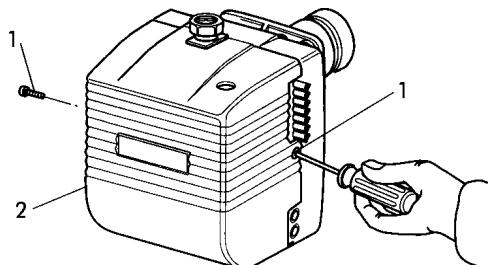

Abb. 1
Um Zugang zu den Hauptbestandteilen zu bekommen, braucht nur die Haube abgenommen zu werden, wie in (Abb.1) gezeigt.
- Den Gashahn abdrehen und die Gasrampe des Brenners abnehmen. Die Schrauben **1** lösen und die Haube **2** abnehmen (Abb.1).